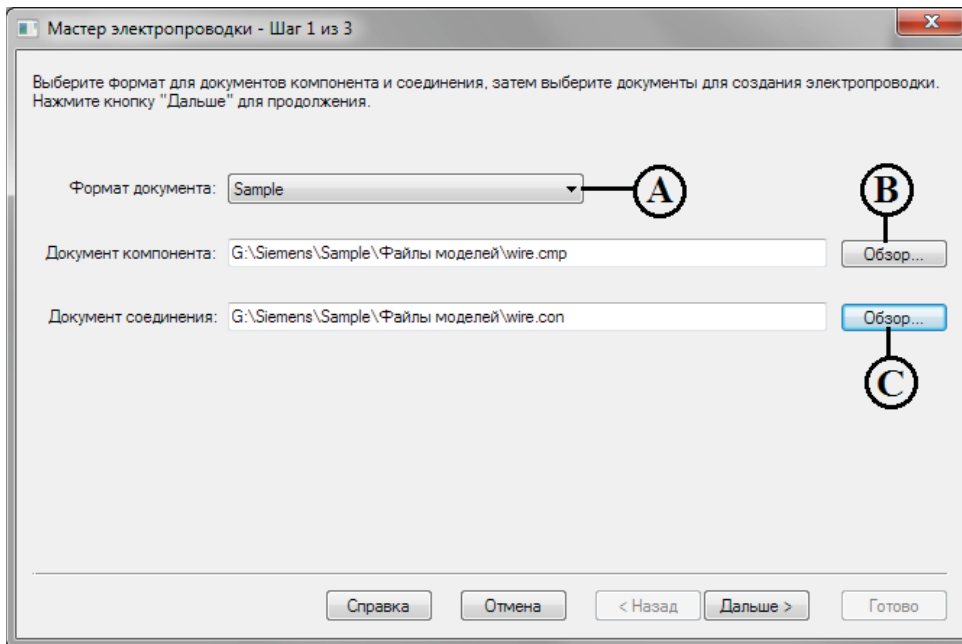

Рис. 2.12.4. Первый шаг мастера электропроводки
В окне на данном шаге определяются формат файлов компонентов и соединений ECAD (A), документ с данными по компонентам (B) с расширением *.cmp/*.cmp_xml и документ с данными по соединениям (C) с расширением *.con/*.con_xml (рис. 2.12.4). Оба документа являются текстовыми файлами и могут составляться и редактироваться пользователем непосредственно.